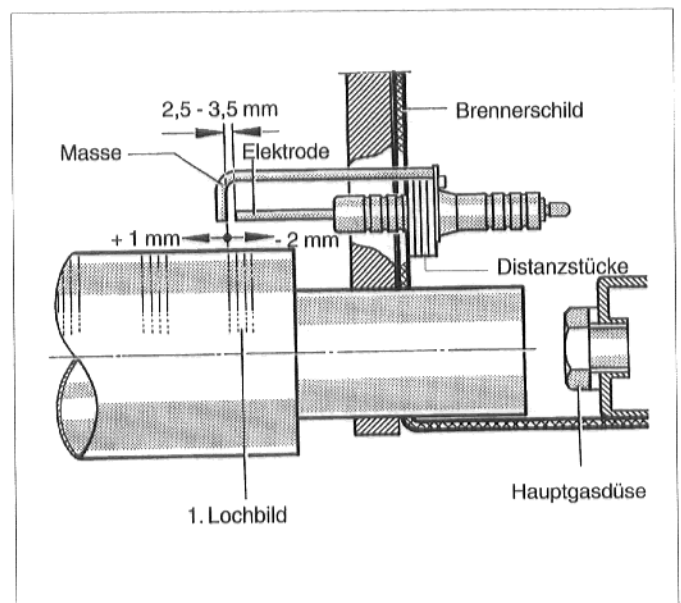

Abb. 31: Lage des Zündfunken über dem Lochbild
* Beim Austausch der Zündelektrode ist auf die Lage des Zündfunken über dem Lochbild zu achten (Abb. 31). Bei Abweichung Position durch Hinzufügen oder Entfernen von Distanzstücken korrigieren.